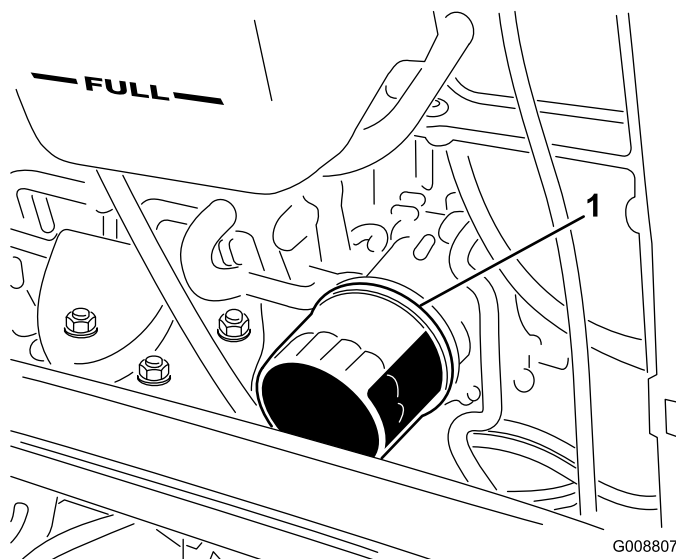

**Figure 31**
1. Enlevez le bouchon de vidange arrière (Figure 31) et laissez l'huile s'écouler dans un bac de vidange. Remettez le bouchon quand la vidange est terminée.